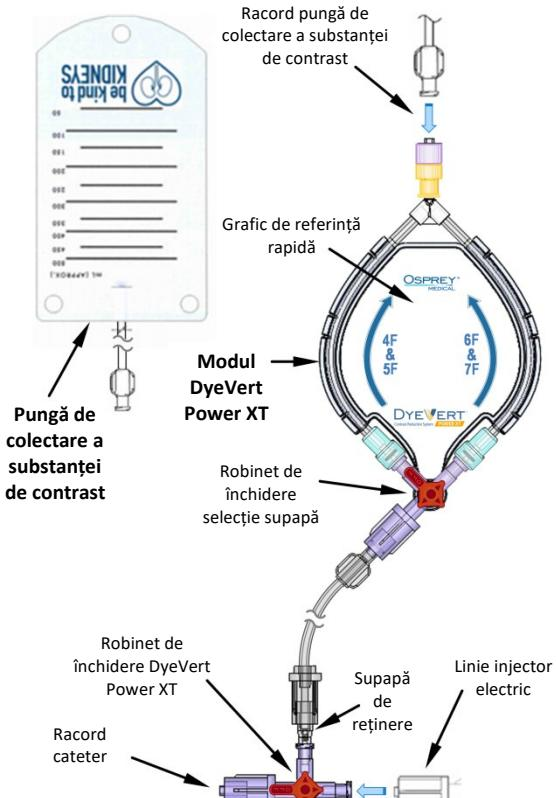
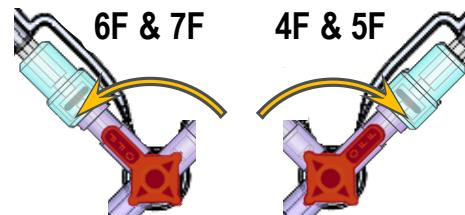

Figura 1 – Ansamblu și componente dispozitiv
Figura 4 - Robinet de închidere selecție supapă DyeVert
- 3) Ataşaţi conectorul mamă luer al robinetului de închidere DyeVert Power XT la conectorul tată luer din capătul liniei injectorului electric. (Consultaţi Figura 1)
- 4) Asigurați-vă că robinetul de închidere al DyeVert Power XT este orientat în poziția OFF (încis) către raccordul cateterului și ON (deschis) către robinetul de închidere pentru selecția supapei. (A se vede Figura 1)
8) Ataşați punga de colectare a substanței de contrast la fittingul luer situat la capătul distal al DyeVert Power XT. (A se vede Figura 1)
- a. Pe baza dimensiunii cateterului care este utilizat pentru procedură și conform fluxului de fluid indicat în Figura 1, orientați robinetul de închidere pentru selecția supapei spre poziția „4F & 5F” sau „6F & 7F” corespunzătoare. (A se vede Figura 4)